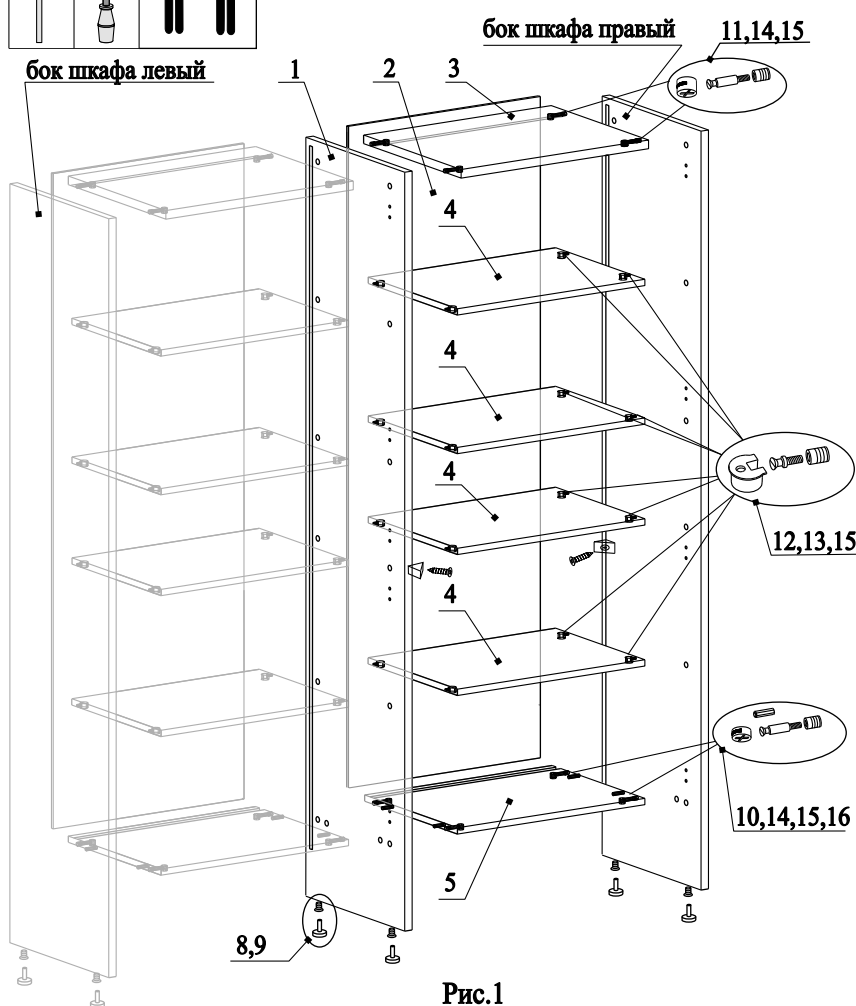

Рис.1
1. В нижний торец перегородки забить футорки 9 и вкрутить опоры 8 (рис.1);
2. Забить пластиковые муфты 15 в перегородку (рис.1);
3. Вкрутить дюбели 13 и 14 в муфты согласно рис. 1;
4. В отверстия на детали 4 вставить эксцентрики 11 (рис.1);
5. В отверстия на детали 6 вставить эксцентрики 10 и шканты 16 (рис.1);
6. Соединить низ 6 и верх 3 с перегородкой 1, затянуть эксцентрики по часовой стрелке до упора (рис.1);
7. Вставить в пазы заднюю стенку 2, присоединить бок шкафа (или следующую перегородку), затянуть эксцентрики по часовой стрелке до упора (рис.1);
9. Установить горизонтالي в каркас стеллажа согласно рис.1;